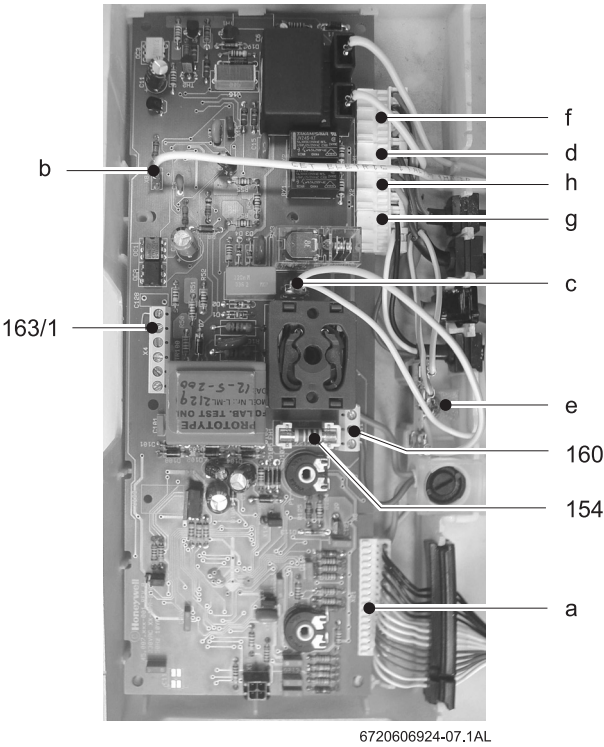

Fig. 22
- ▶ Retirar a ponte 1 -4 (Fig. 22, pos.163/1).